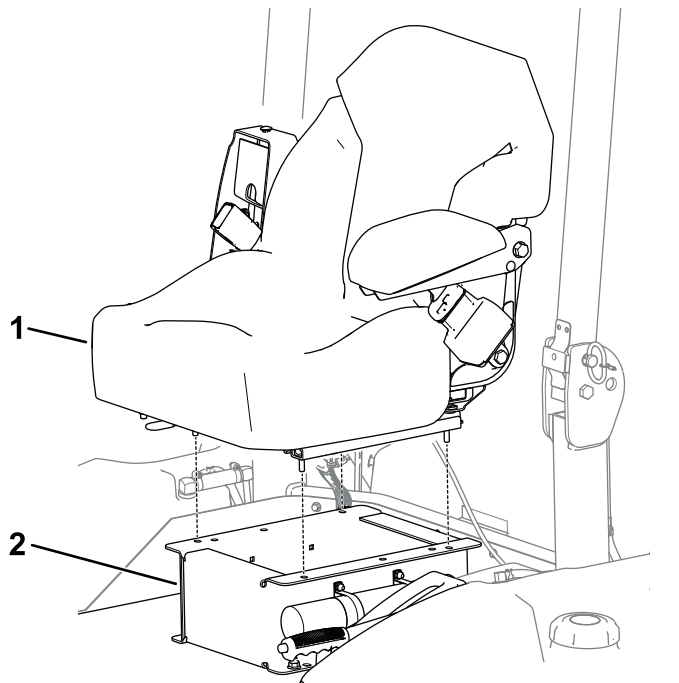

Bild 4
- Groundsmaster 3200 oder 3300 Maschinen dargestellt in Bild 4